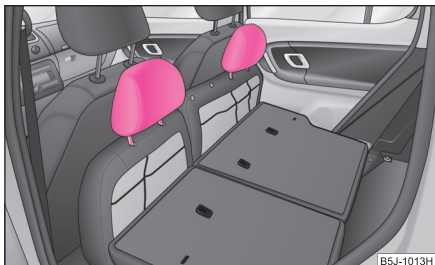

Fig. 55 Scaunele din spate:
- Tetierele se pot introduce în orificiile corespunzătoare ale banchetei rabatate ⇒ pagina 61, fig. 55.